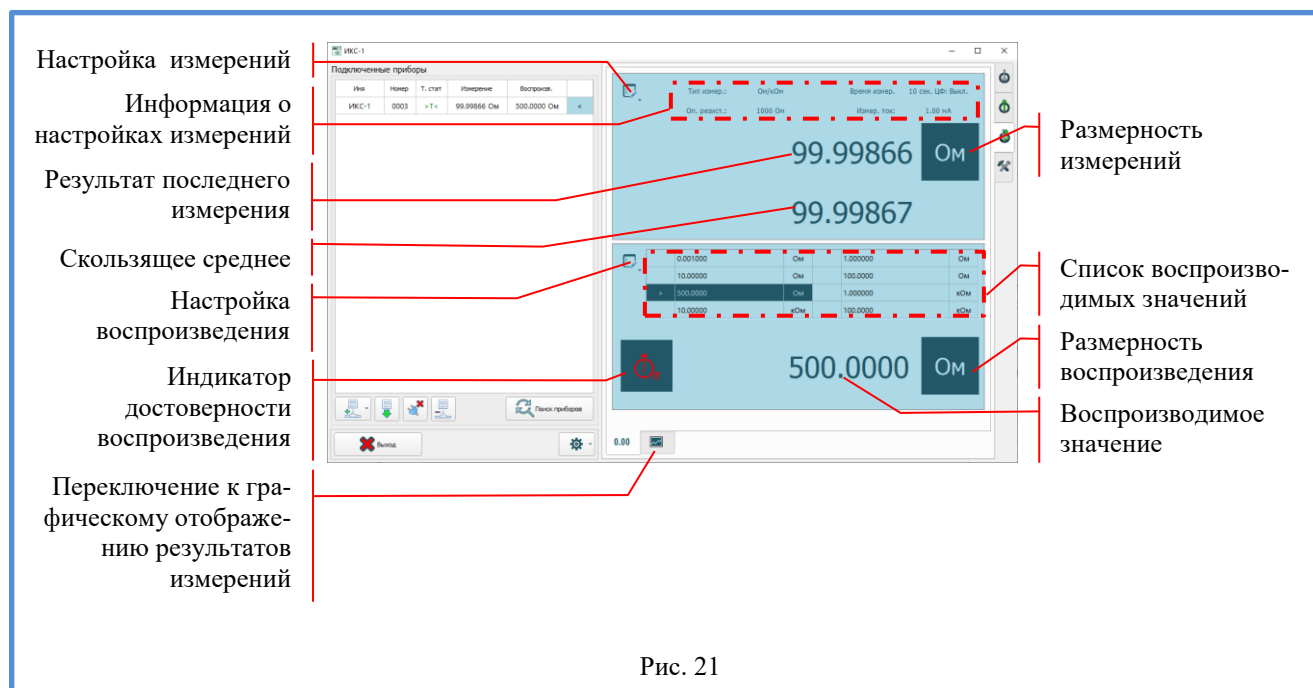

Рис. 21
4.2.7 Вкладка «Измерение / Воспроизведение», рис. 21